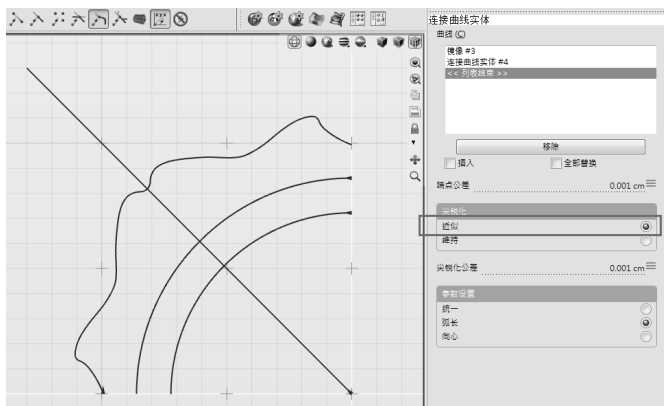

图 5-146 将镜像曲线与源曲线构建连接曲线实体
11) 再次使用“连接曲线实体”工具，选中镜像曲线与源曲线，将二者连接并在控制面板中选中“近似”单选按钮，如图 5-146 所示。